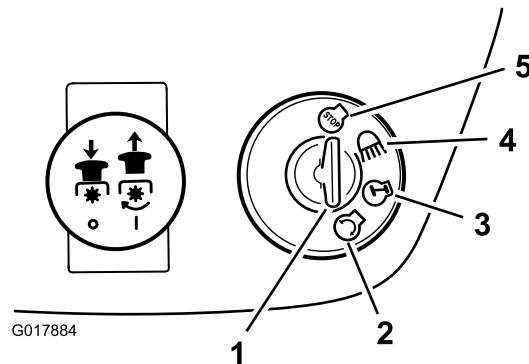

Figura 10
7. Girate la chiave di accensione in senso orario e tenetela in posizione Start (**Figura 10**).
2. Girate la chiave di accensione in posizione Off (**Figura 10**).